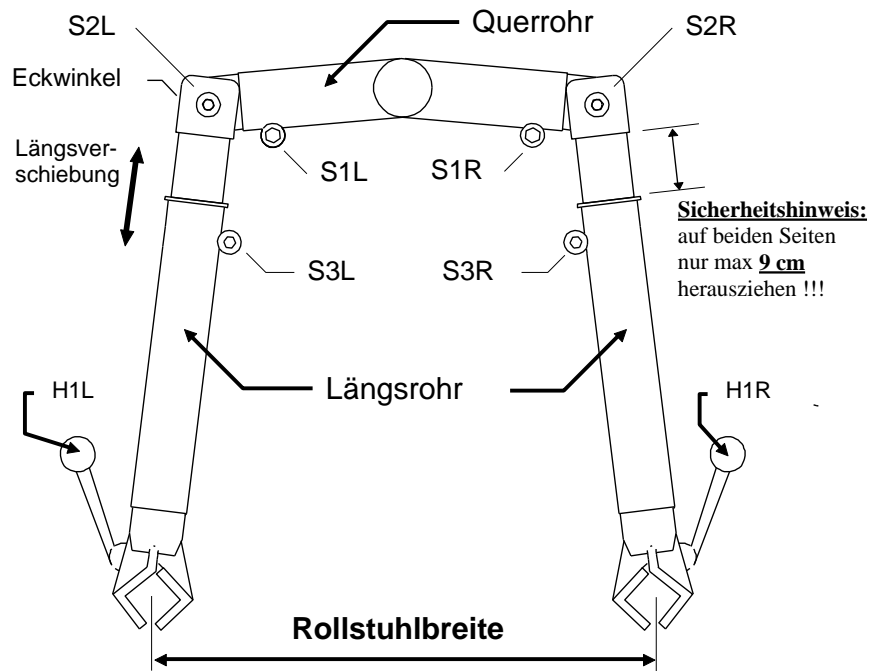

Abb. 4
- Danach die Hebel H1L und H1R (Abb.4) aufdrehen, bis das electroDrive vom Rollstuhl abgenommen werden kann. Nicht zu weit öffnen.